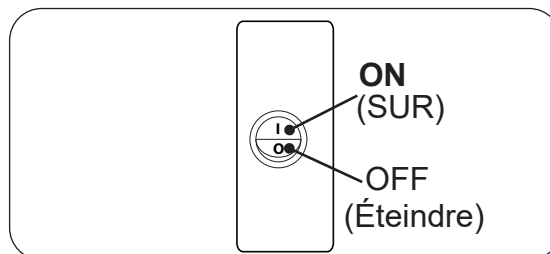

Fig. 36-2 Boîte de commutation, ON/OFF
2. Repérez l'interrupteur ON/OFF sur le devant de la boîte de commutation. Appuyez sur l'interrupteur sur la position **ON (I)**. Voir Fig. 36-2.
Vérifiez périodiquement le pilote pour le modèle de la flamme. La flamme de la veilleuse devrait encercler le thermocouple, et est pré réglé en usine (voir Fig. 36-2).